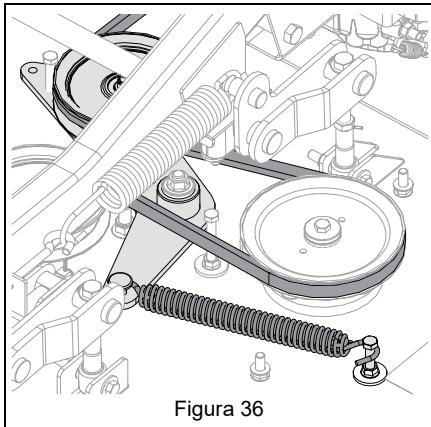

Figura 36
1. Installare la cinghia della PTO attorno alla puleggia della frizione sul retro dell'unità. Vedere Figura 36.